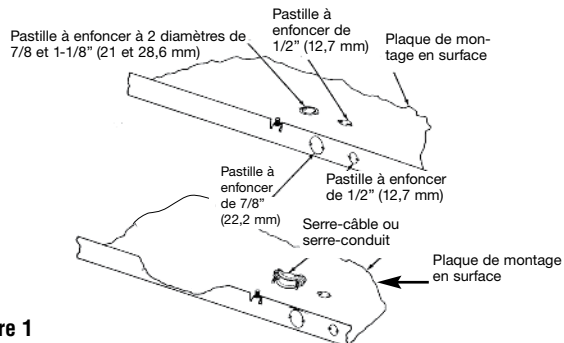

Figure 1
2. Enlevez la plaque de montage en surface (Figure 1) du carton contenant l'enceinte de montage en surface, de type FIE-SEB-N ou FIE-SEBNW-W.
3. Retirez l'une des ouvertures amovibles à proximité de la vis de terre et installez un connecteur de câble ou de conduit (Figure 1).